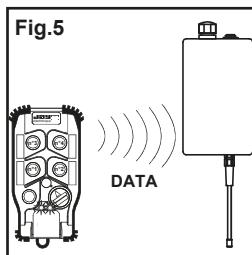

Fig.5
**Un appui bref sur "marche"** : l'émetteur envoie le numéro du canal sélectionné au récepteur et sauvegarde son nouveau canal de travail (fig.5).
**Un appui prolongé sur "marche" (3 secondes.)** : l'émetteur envoie le numéro du canal sélectionné au récepteur (sur chacun des canaux de la liaison radio), et sauvegarde son nouveau canal de travail. Attendre jusqu'à la fin des clignotements des voyants de l'émetteur (30s environ) (fig.5) (*cette procédure préférable mais plus longue, est à suivre lorsque l'on ne connaît pas le canal de travail initial du récepteur*).